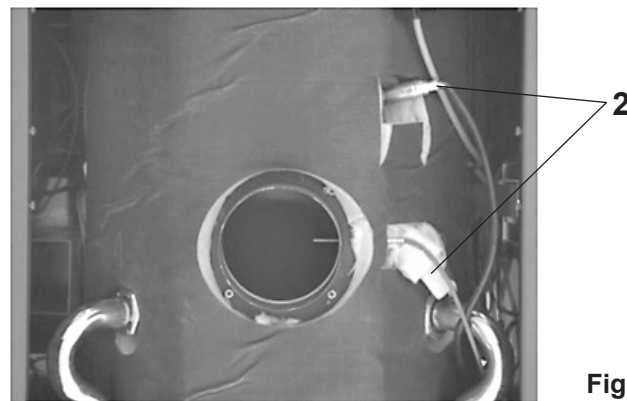

Fig. 09
2. Démontez la sonde lambda (2, Fig. 09) et nettoyez-la avec un pinceau et un aspirateur